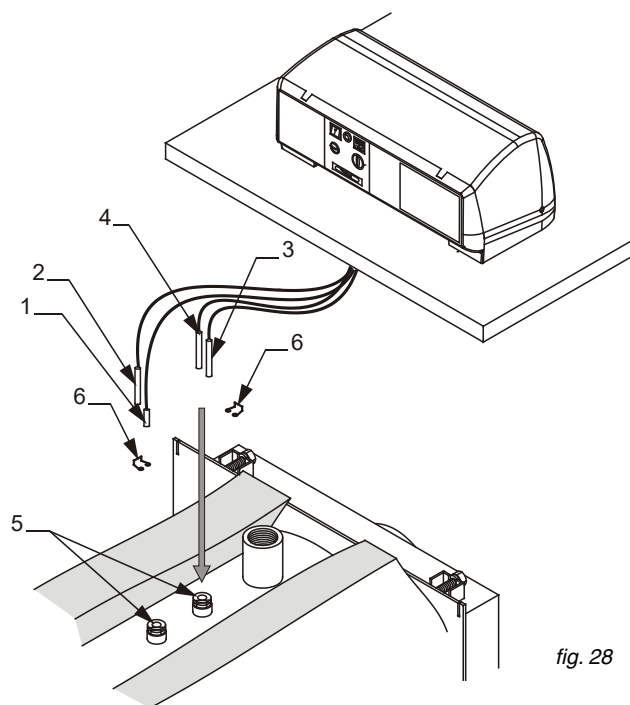

fig. 28
D) Inserire nelle guaine i bulbi degli strumenti come indicato in fig. 28, far passare i cavi elettrici attraverso i passacavi laterali dal lato in cui si vuole uscire ed eseguire il collegamento elettrico del pannello comandi alla linea di alimentazione, al bruciatore ed alle eventuali pompe, etc. Richiudere il coperchio del quadro elettrico.
E) Fissare il rinforzo pos. 6, al pannello superiore pos. 5 e premerlo fino ad agganciare i piolini di giunzione con i fianchi.
F) Fissare le targhette dati di caldaia ed installazione (pos.7) al pannello laterale dopo aver sgrassato la parte interessata con apposito solvente.